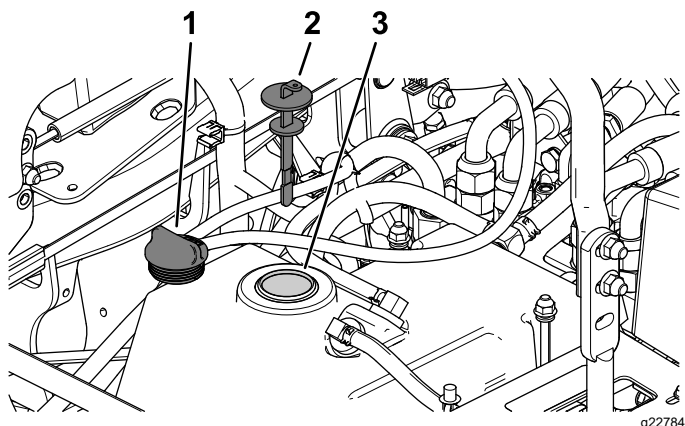

Figura 66
5. Retire a tampa do depósito hidráulico (Figura 66).
6. Retire a vareta e limpe-a com um pano limpo (Figura 66).